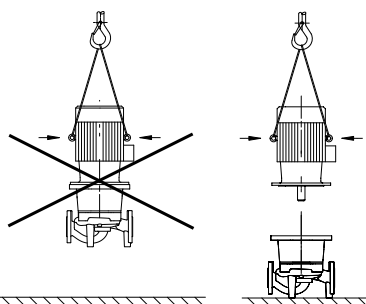

Fig. 16: Imbragatura del motore
- Utilizzare gli occhioni di sollevamento del motore solo per sostenere il carico del motore stesso, non quello dell'intera pompa (fig. 16).